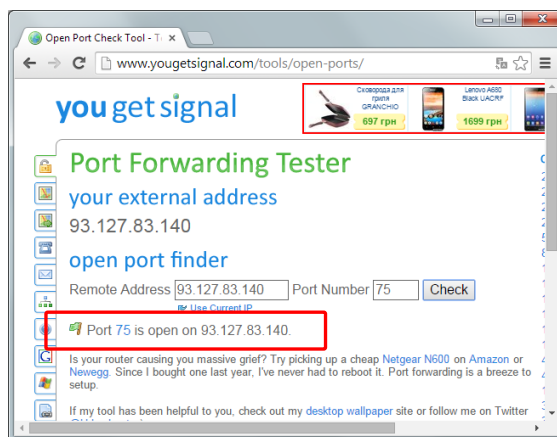

Рисунок 7.1.6 - Проверка доступности сетевого порта
11. Когда сервер запущен, необходимо проверить, доступен ли для него сетевой порт. Для проверки необходимо посетить сайт www.yougetsignal.com/tools/open-ports/, в пункте «Port Number» указать выбранный при настройке сервера, сетевой порт и нажать кнопку «Check». Если Порт доступен, Вы должны получить следующий результат, рисунок 7.1.6.